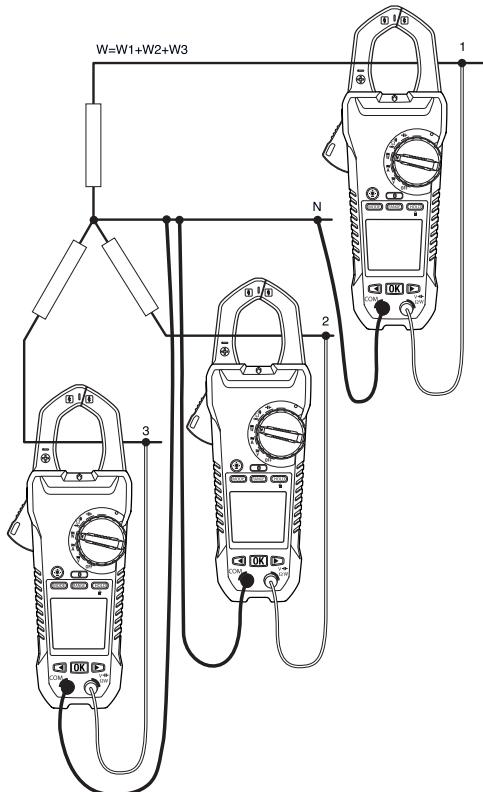

图5.5三相四线测量.
三相四线配置的功率分三步测量，如图5.5中所示。总功率是三次测量之和： $W = W1 + W2 + W3$
3. 按照图 5.5 中所示，测量三次有效功率。